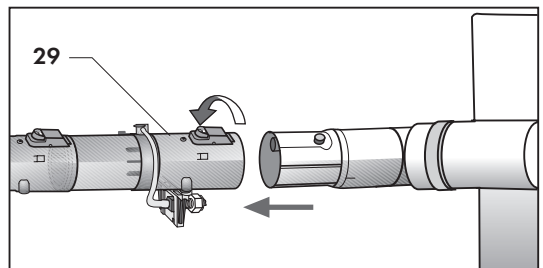

Abb. 14
- das Aufnahmeteil des Zerstäubers in das Steckteil der Bürste stecken und den Arretierring drehen um beide Teile zu blockieren (Abb. 14)